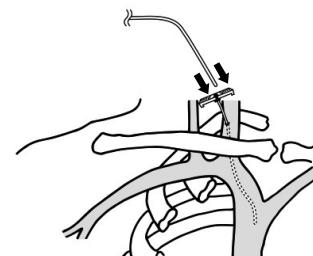

図 4
8) シースの中にカテーテルを挿入し、X線透視等の下でカテーテルの先端を目的部位にゆっくりと進めていく（図4）。